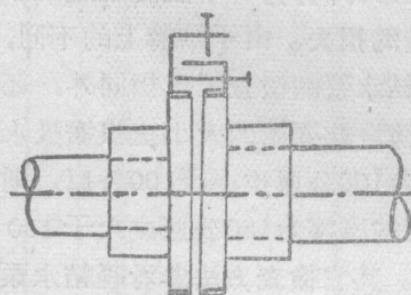

图3-3
②用偏铁做两个卡子，卡在对轮上。在卡子上焊一块90度的角铁，上旋有螺钉（如图3-3）。然后测量螺钉和角铁之间的间隙。